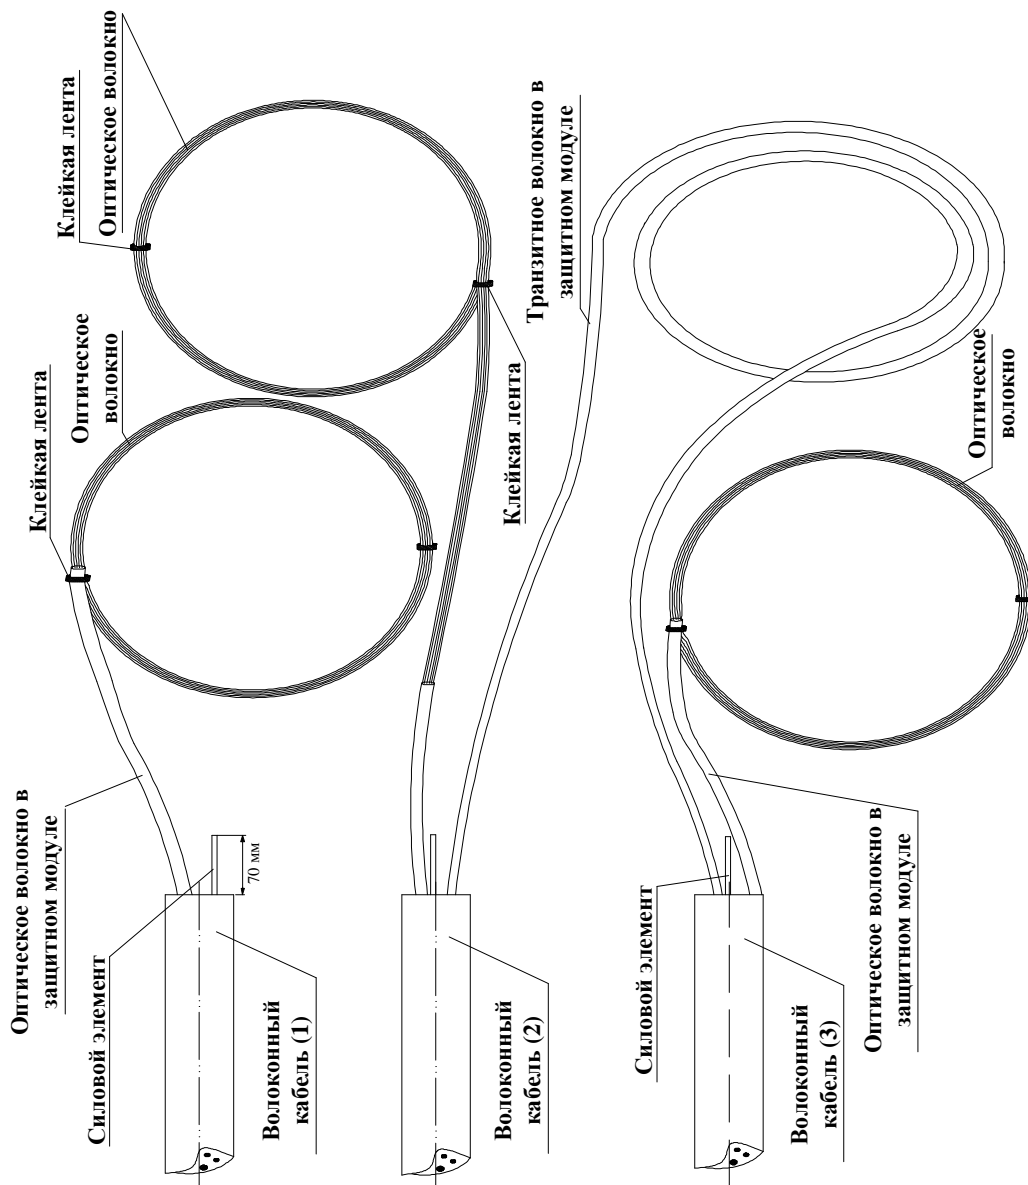
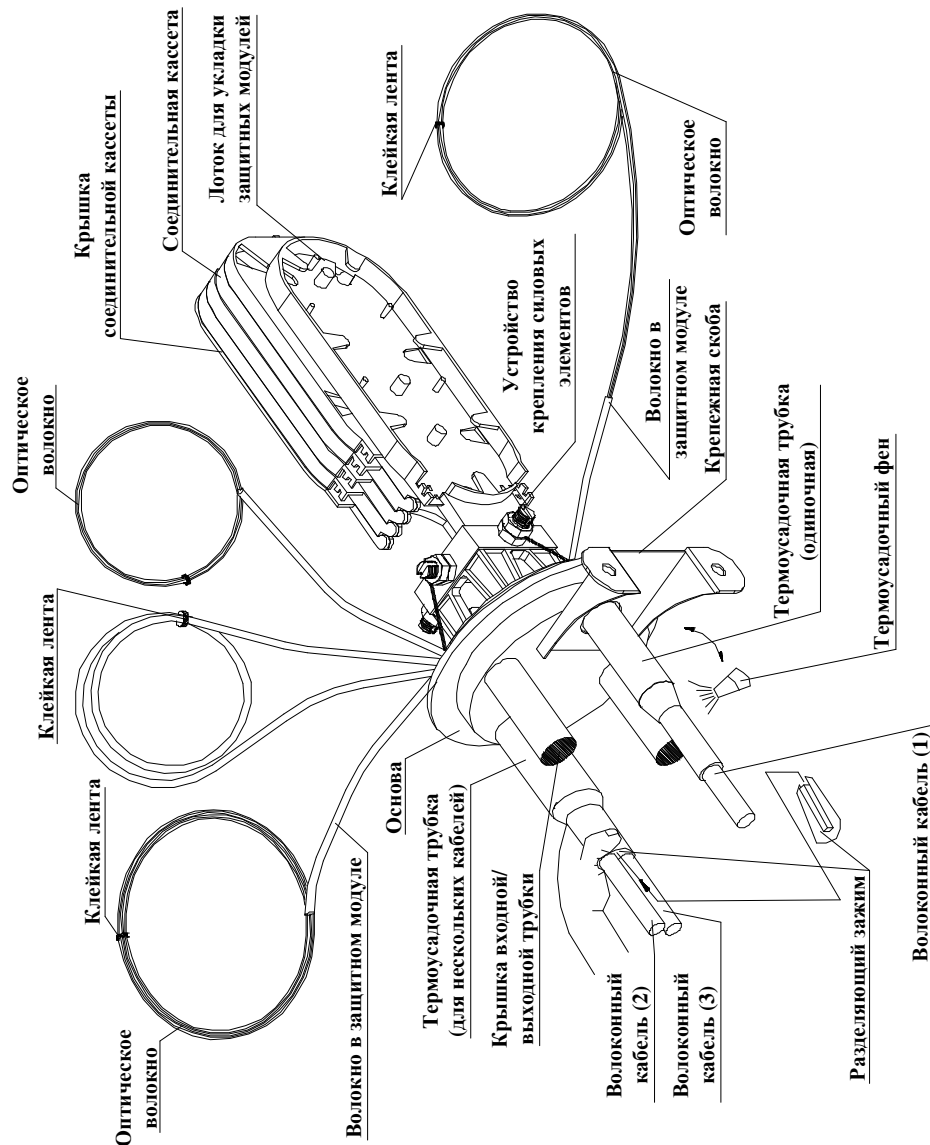

Рисунок 4
Рисунок 5
- 6.4.7 Смотрите рисунок 4 и рисунок 5.
- 6.5.3 Смотрите рисунок 5.